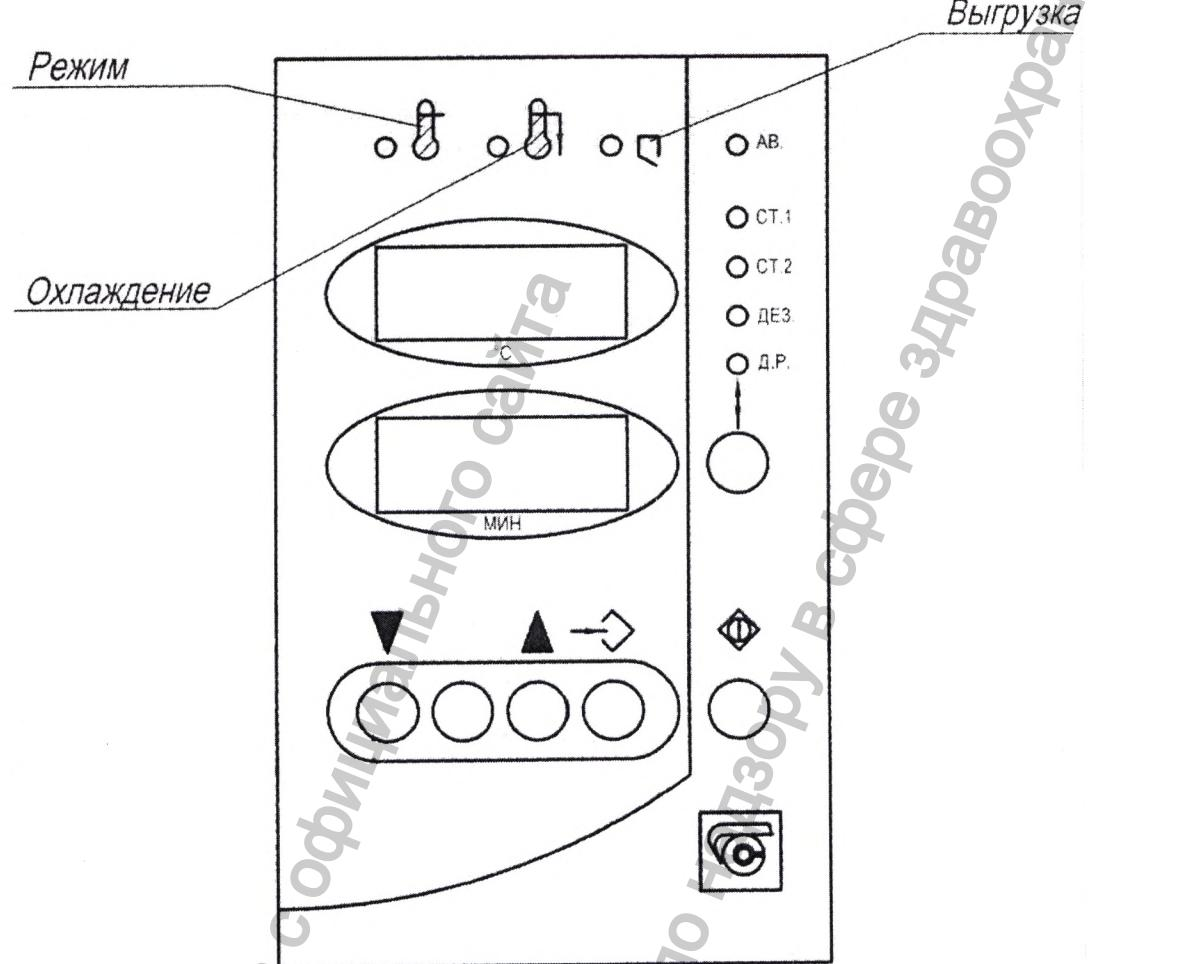

Рисунок 2 – Панель пульта управления
10.4 Включить стерилизатор, нажав на выключатель сети, расположенный внизу приборного отсека, при этом включится вентилятор, на индикаторах температуры «°С» появится значение текущей температуры в камере. Выбрать нужную программу работы стерилизатора путем последовательного нажатия клавиши «↑» на панели управления (рисунок 2). При этом загорается соответствующий данной программе светодиод. На индикаторах температуры появится значение номинальной температуры выбранного режима, а на индикаторах времени «МИН» – время выдержки для выбранного режима